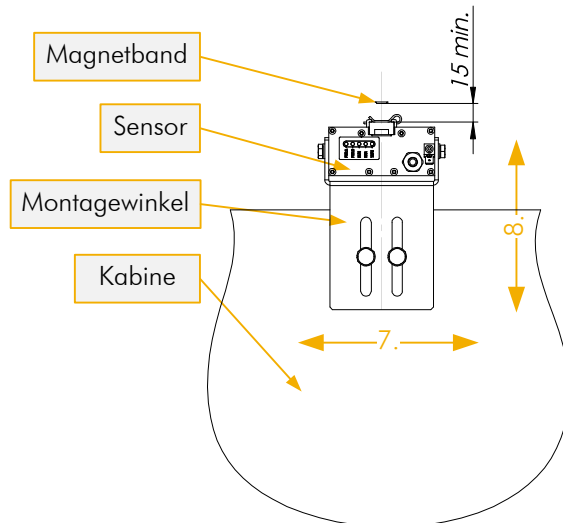

Abbildung 11: Abstand und Ausrichtung des Magnetbandes mit Bezug zum Sensor
7. Richten Sie den Sensor aus. Nutzen Sie dabei das Band als Referenz. Als erstes richten Sie den Sensor mittig zum Band aus (Schritt 7. in Abbildung 11).